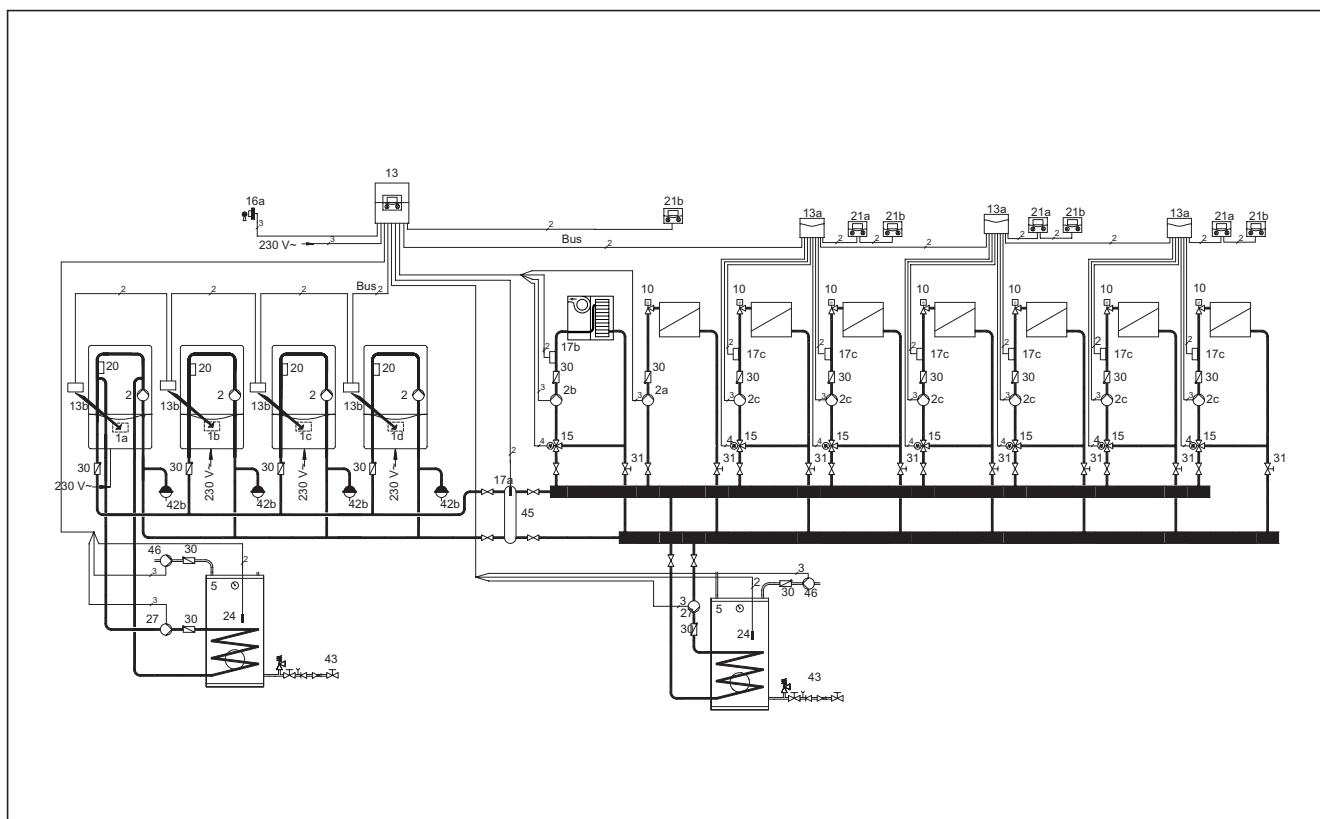

Рис. 4.6 Гидравлика 3
- Выполните подключение проводов к присоединительным клеммам в соответствии с монтажной схемой соединений, как показано на рис. 4.6.
- Обеспечьте то, чтобы уплотнение кожуха было правильно закреплено в верхней части кожуха (1) и прижмите верхнюю часть к кожуху.
- Закрепите верхнюю часть кожуха (1) посредством прилагаемых винтов на нижней части кожуха (2).